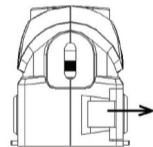

Fig. 2
2. Откройте батарейный отсек который расположен на задней стороне прибора (рис.2)